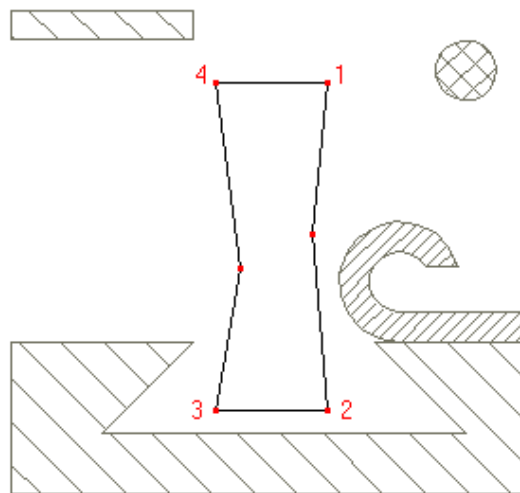

Рисунок 1.6 – Вставка вузлів в контур багатокутника
2. Вкажіть вузли 1 і 2 (рис. 1.6). Вибрані вузли підсвітяться. Попередній результат редагування відображається червоним кольором.
3. Вкажіть положення нового вузла (рис. 1.6) і натисніть середню кнопку миші.
4. Вкажіть вузли 3 і 4 (рис. 1.6). Вибрані вузли підсвітяться. Попередній результат редагування відображається червоним кольором.
5. Вкажіть положення нового вузла (рис. 1.6) і натисніть середню кнопку миші.